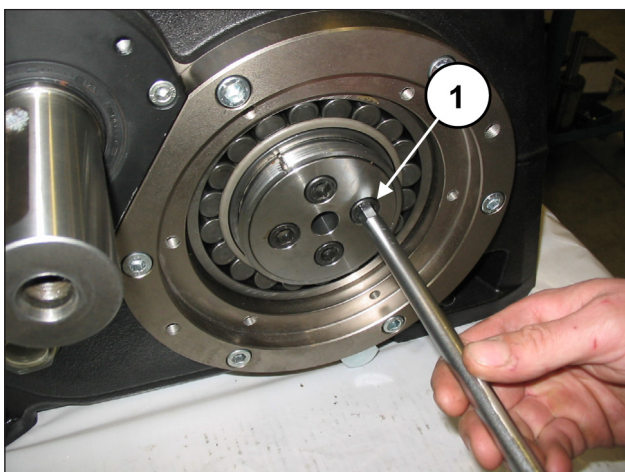

Fig. 89
Fijar las dos bridas que bloquean el casquillo al eje acodado con 4+4 tornillo M12x25 (pos. ①, Fig. 89).